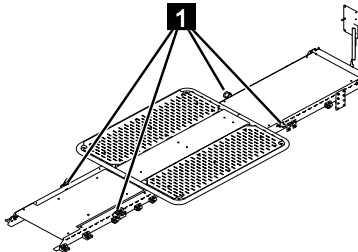

Fig. 265
1. Resserrer les points d'élingage (Fig.265/1) au couple de serrage adapté (☞ Chapitre 8.4.3 „Couples de serrage”, page 205) et contrôler l'absence de dommages et la bonne mobilité. Remplacer si nécessaire.